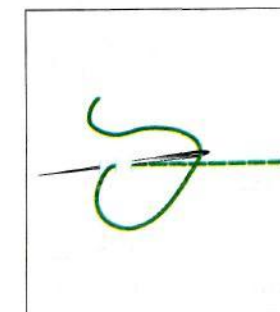

Рис. 75. Шов «за иголку»
Шов «за иголку» — это непрерывный ряд стежков, выполняемых справа налево. Используется для соединения деталей между собой (рис. 75).
6. Для выполнения второго стежка введи иглу в точку, где кончается первый стежок, а выведи на лицевую сторону на четыре нити ткани левее второго стежка. Изнаночный стежок будет в два раза длиннее лицевого (см. рис. 75).